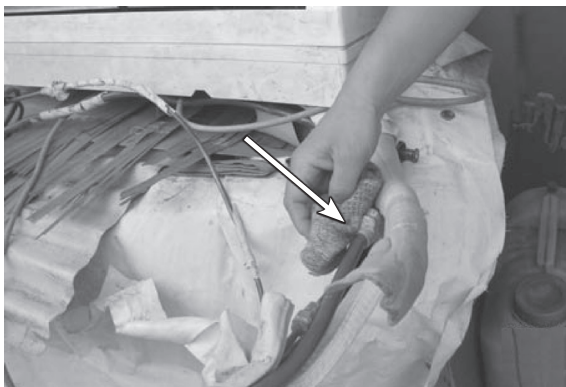

图 5-79 发现室内机接口有漏点
7) 将肥皂泡沫稀释后再检查系统, 检查室内机接口时, 室内机低压管漏制冷剂, 很长时间才冒出气泡, 如图 5-79 所示。